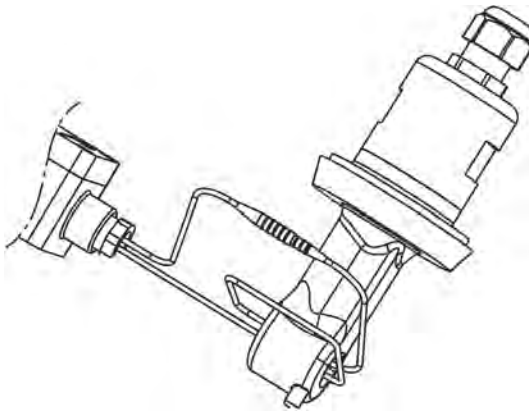

Abb. 78: Verbinden der Drahtenden
8. ▶ Verbinden Sie die Drahtenden der Leiterschleife des Kalibrieradapters. (Siehe Abb. 78 .)